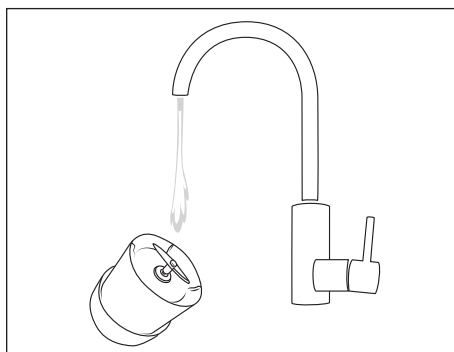

Fig. 2
11. Manejo. Tras esto, desenrosque la tapa ❶ y vacíe el agua jabonosa del vaso para batir ❹.
◆ Enjuague exclusivamente la cuchilla ❸ con mucho cuidado bajo el agua corriente; en caso necesario, utilice también un cepillo de limpieza. Para ello, asegúrese de que no caiga agua en la tapa ❶ y no la sumerja nunca en agua! Incline el aparato de forma que el chorro de agua solo caiga sobre la cuchilla ❸ (consulte la fig. 2).